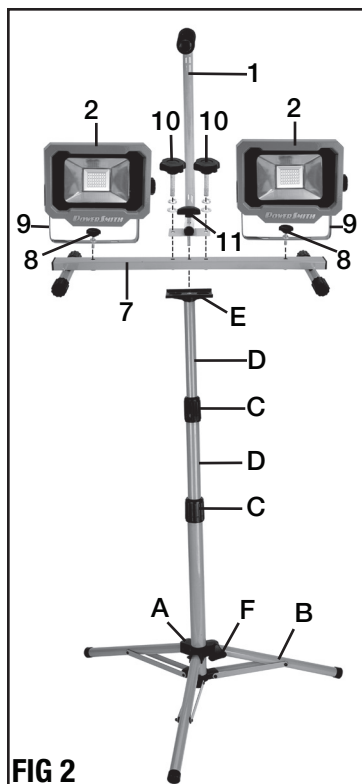

FIG 2
RÉGLAGE DU TRIPODE (FIG. 2)
FIXATION DE LA POIGNÉE DE TRANSPORT AU PIED (FIG. 2)
1. Placer la poignée de transport (1) à la verticale sur le pied (7).
2. Se servir des deux boutons de verrouillage, de rondelles plates et à ressort pour fixer la poignée sur le pied comme montré à la FIG. 2.
FIXATION DES TÊTES DE LA LAMPE DE TRAVAIL AU PIED (FIG. 2 ET 3)
1. Placer le pied (7) sur une surface plane.
2. Se servir des boutons de verrouillage (8), de rondelles plates et à ressort pour fixer les deux têtes de la lampe de travail aux côtés du pied comme montré à la FIG. 2.
FIXATION DE LA LAMPE DE TRAVAIL AU TRIPODE (FIG. 2)
1. Placer la lampe de travail au sommet du tripoде. Le bas de la traverse du pied doit être assis dans le support (E).
2. Se servir du bouton à vis (11) pour fixer la lampe de travail au tripoде comme montré à la FIG. 2.